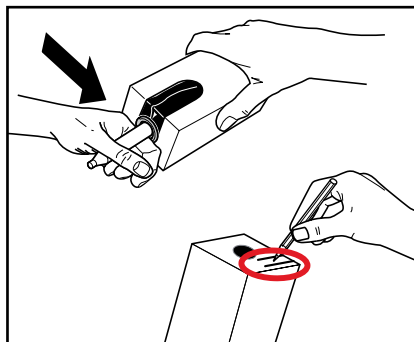

Fig. 19
4. Ta av plastemballasjen og skriv opp „Utløpsdato“ på produktpakken. (Fig. 19)
5. Følg anvisningene på produktpakken for å åpne doseringsenheten. (Fig. 19)